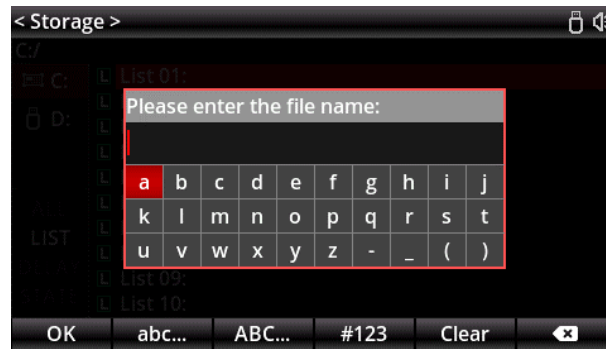

Abbildung 13-2 Seite zur Bearbeitung von Dateinamen
- (1) Verwenden Sie den Encoder-Drehknopf, die Pfeiltasten  und die Esc-Taste (zur Rückkehr auf die vorherige Ebene), um die gespeicherte Datei auszuwählen oder zu laden.
- (2) Funktionstasten:
- (3) Speichern: Drücken Sie die Taste Speichern, um die Daten an dem angegebenen Ort zu speichern. Die Einstellung des Dateinamens wie in Abbildung 13-2 gezeigt.